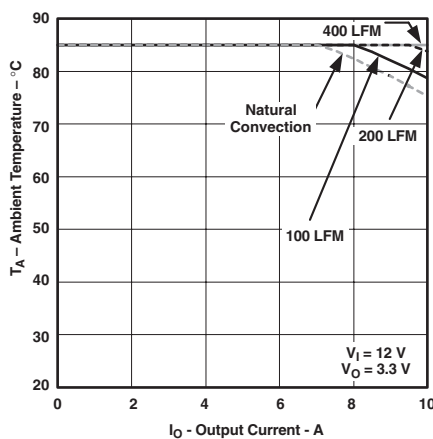

Figure 4.
- (2) 温度ディレーティング曲線は、内部コンポーネントの温度がメーカーの指定した最高動作温度以下になる条件を表します。このディレーティング制限は、2オンス (56.69 グラム) の銅を使用した、 $100\text{mm} \times 100\text{mm}$ の両面基板に直接半田付けされたモジュールに対して適用します。表面実装パッケージ (AS、および AZ の各サフィックス) では、複数のビアを使用する必要があります。詳細については、メカニカル仕様を参照してください。これらは、図4に対して適用されます。